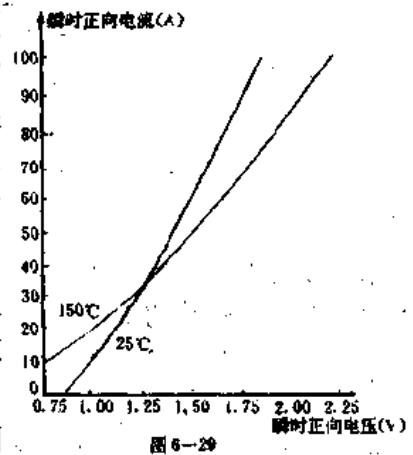
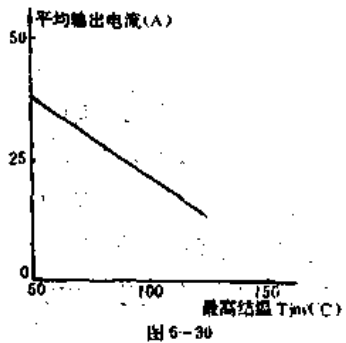

图 6-29
图 6-30
③采用读取电压法可以测量各桥臂上整流管的正向压降。图 6-29 示出了 MB25A/800V 整流桥中的二极管最大(极限)正向特性。由图 6-29 可见,正向电流愈大,正向压降也愈大。当  $T_A = 25^\circ\text{C}$ ,瞬时正向电流为 50A 时,正向电压  $V_F = 1.4\text{V}$ 。为使测量值与工作值接近,应选择万用表  $R \times 1$  档读取  $V_F$ 。
④需引起注意的是,在市场廉价整流桥中,有的管壳上印的  $\sim$ 、 $\sim$ 、 $+$ 、 $-$  标记位置并不准确,少数产品甚至错位  $90^\circ$ 。若按所标管脚位置接入电路,会把直流端误接交流端,将整流桥烧毁。为保险起见,接入电路前应先万用表查明实际管脚位置与标记是否相符。如果不符,应以实际位置为准。
⑤使用大、中功率整流桥时需配合合适的散热器,并且在二者接触面上涂一层导热硅脂,以便降低 PN 结的结温,避免过热而损坏。图 6-30 示出了 MB25A/800V 整流桥的平均输出电流与最高结温的关系。显然,  $T_m$  愈高表示管壳愈热,就应适当降低整流桥的平均输出电流。若要维持输出电流不变,必须利用风冷降低结温。
⑥本方法也适用于检测三相整流器模块。